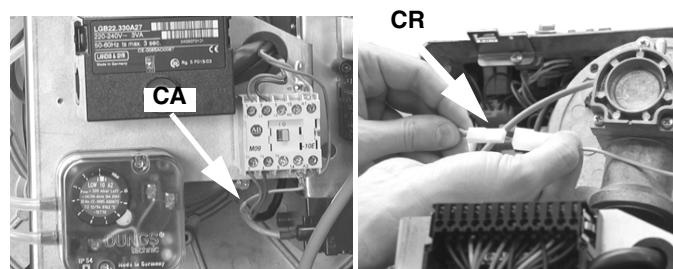

Рис. 19
- 3 Отсоединить кабель запального электрода **CA** от запального трансформатора Рис. 19.
- 4 Отсоединить соединительный разъем **CR** от печатной платы (Рис. 19).
- 5 Снять вместе фланец и головку сгорания (Рис. 19).